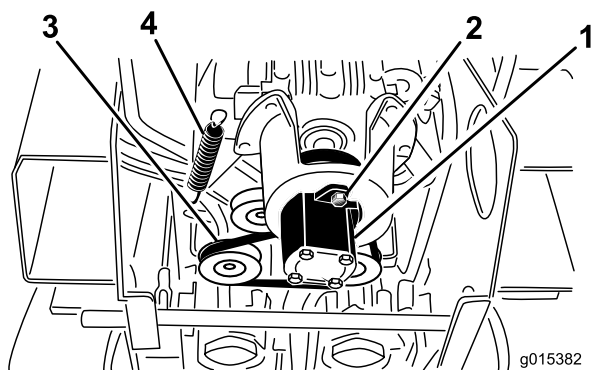

Figura 52
5. Allentate i 2 bulloni della pompa (Figura 52).
6. Ruotate la pompa in senso antiorario e lasciatela uscire dalla puleggia(Figura 52).
7. Servendovi di un tiramolle (contattate il vostro Centro Assistenza Autorizzato) o di un gancio metallico rigido, tirate l'estremità della molla della puleggia tendicinghia per allentare la tensione sulla cinghia (Figura 52).